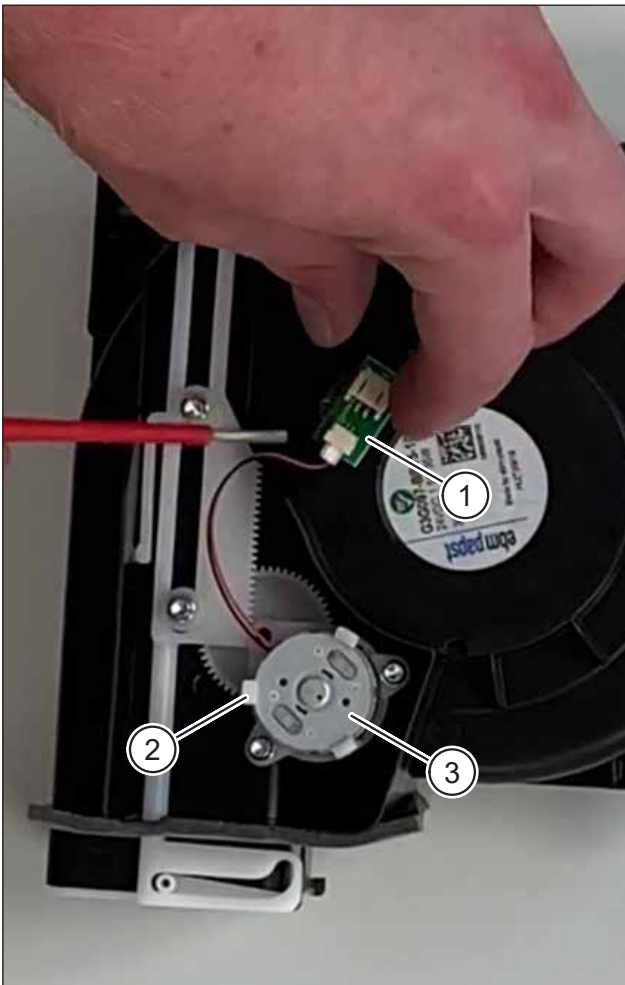

Abb. 11: Klappenmotoren für Luftklappen entfernen
- ▶ Heben Sie die Anschlussplatine (Pos. 1 in Abb. 11) des Klappenmotors mit einem Schraubendreher vom ausgebauten Zuluft- und Fortluftventilator ab.
- ▶ Drücken Sie die Halteklemmen (Pos. 2 in Abb. 11) für den Klappenmotor nach außen und ziehen Sie den Klappenmotor (Pos. 3 in Abb. 11) vom ausgebauten Zuluft- und Fortluftventilator ab.
| Anschlussplatine für Klappenmotor | Elektr. Komponente | Pos. 1 in Abb. 11 |
| Klappenmotor | Elektr. Komponente | Pos. 3 in Abb. 11 |